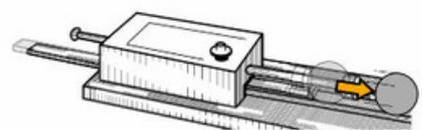

Fig.4
- Presiona el botón L para lanzar la bola, sujetando firmemente la unidad de lanzamiento con la mano (ver Fig. 4).